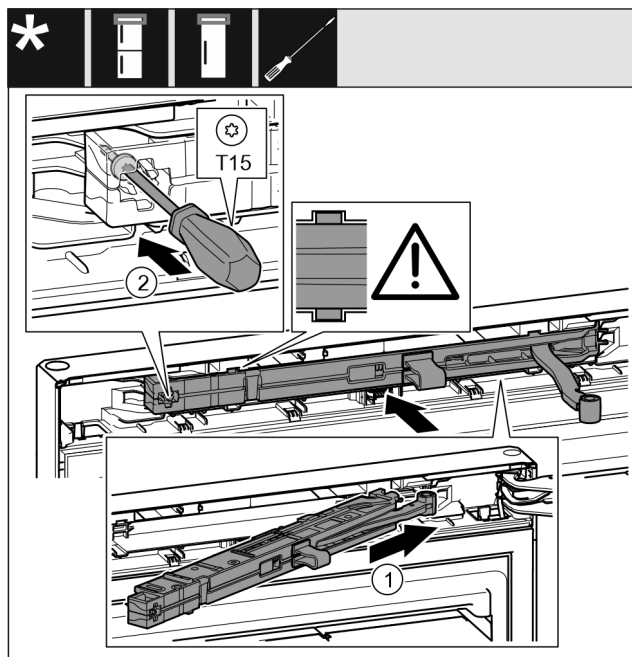

Fig. 49
- ▶ Jednotku tlmíča uzatvárania zasuňte na strane ložiskovej konzoly až na doraz šikmo do vybrania. Fig. 49 (1)
- ▶ Skrutkovačom T15 pevne zaskrutkujte skrutku. Fig. 49 (2)